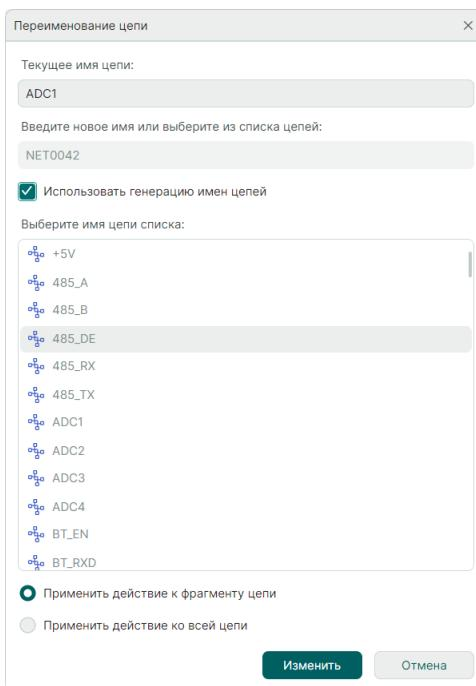

Рис. 114 Автогенерация имен
- Использовать автогенерацию имен цепей, поставив флаг «Использовать генерацию имен цепей», см. Рис. 114. При этом в поле «Ведите новое имя или выберите из списка цепей:» система выведет будущее сгенерированное имя создаваемой цепи, а список имеющихся на схеме цепей будет недоступен для выбора.